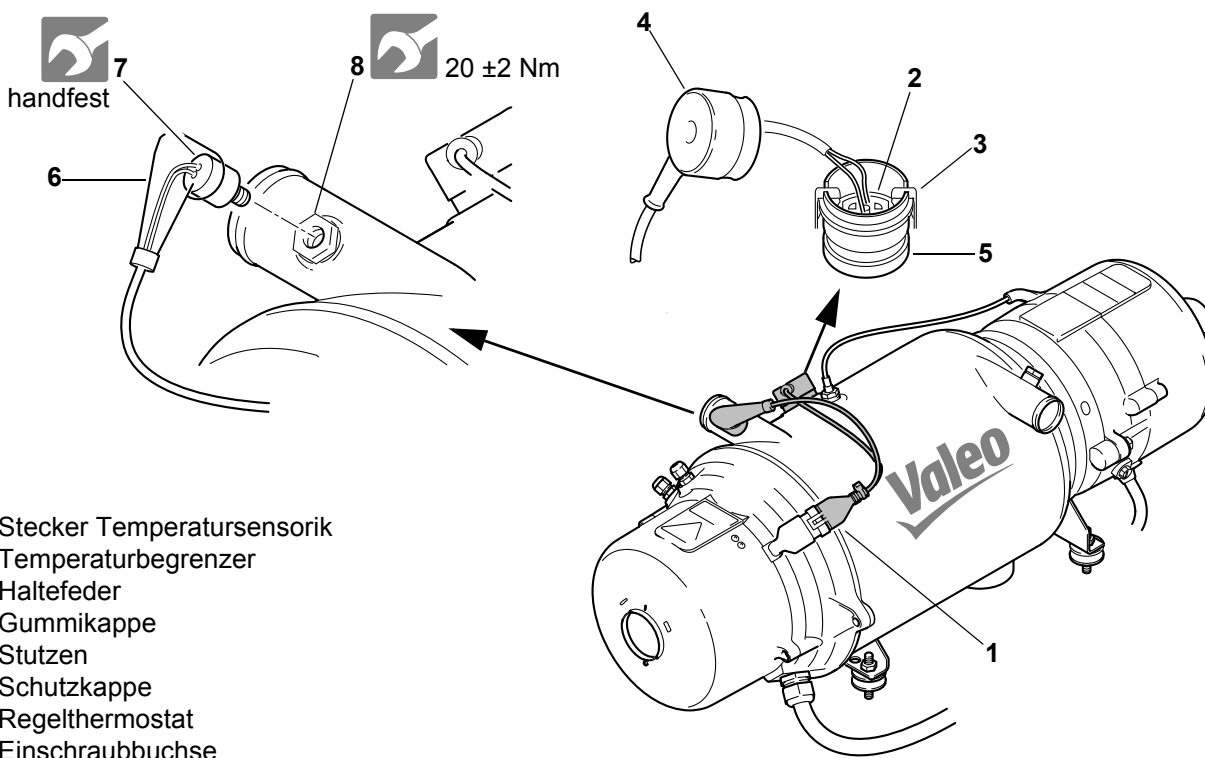

Abb. 801 Aus- und Einbau Temperatursensirik
2. Stecker Temperatursensirik (1, Abb. 801) abstecken.
3. Gummikappe des Temperaturbegrenzers (4) abziehen.
4. Mit einem Schraubendreher Haltefeder (3) abhebeln und Temperaturbegrenzer (2) entfernen.
5. Schutzkappe des Regelthermostaten (6) abziehen.
6. Regelthermostat (7) von Hand herausschrauben.
1. Regelthermostat (7, Abb. 801) von Hand in die Einschraubbuchse am Kühlmiteleintritt einschrauben.
2. Schutzkappe (6) installieren.
3. Gummikappe des Temperaturbegrenzers (4) soweit zurückschieben, dass der Temperaturbegrenzer in seine Einbaulage gebracht werden kann.
4. Temperaturbegrenzer (2) in den Stutzen (5) einsetzen und Haltefeder eindrücken.